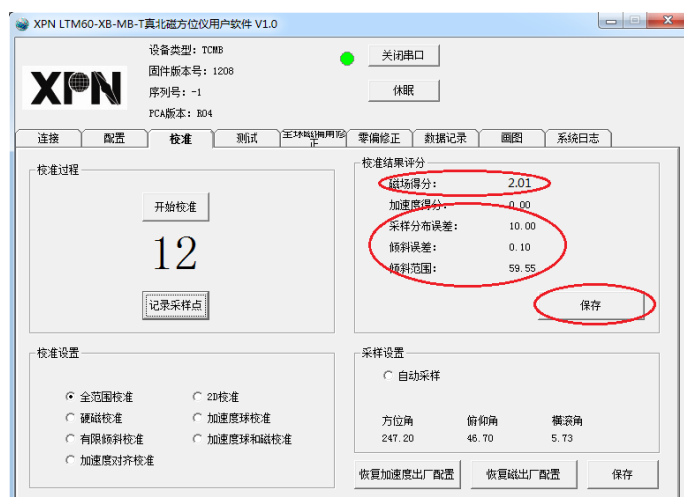

图 5-3-4
- (5) 等待计算校准系数, 计算完成后会在“校准结果评分”栏里显示评分, 这个值越小越好。界面如图 5-3-4。